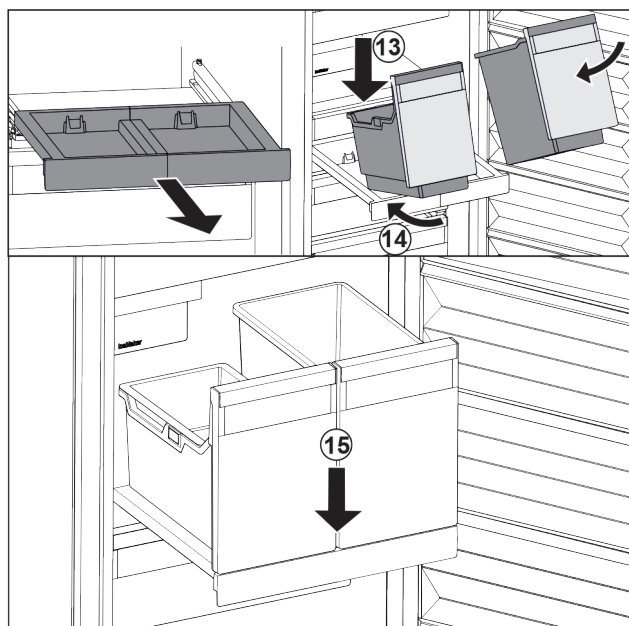

Fig. 105
- ▶ Nasadíte nádobu šikmo na vysouvací desku. Fig. 105 (13)
- ▶ Zasuňte nádobu šikmo dozadu. Fig. 105 (14)
- ▶ Usadíte vpředu nádobu. Fig. 105 (15)